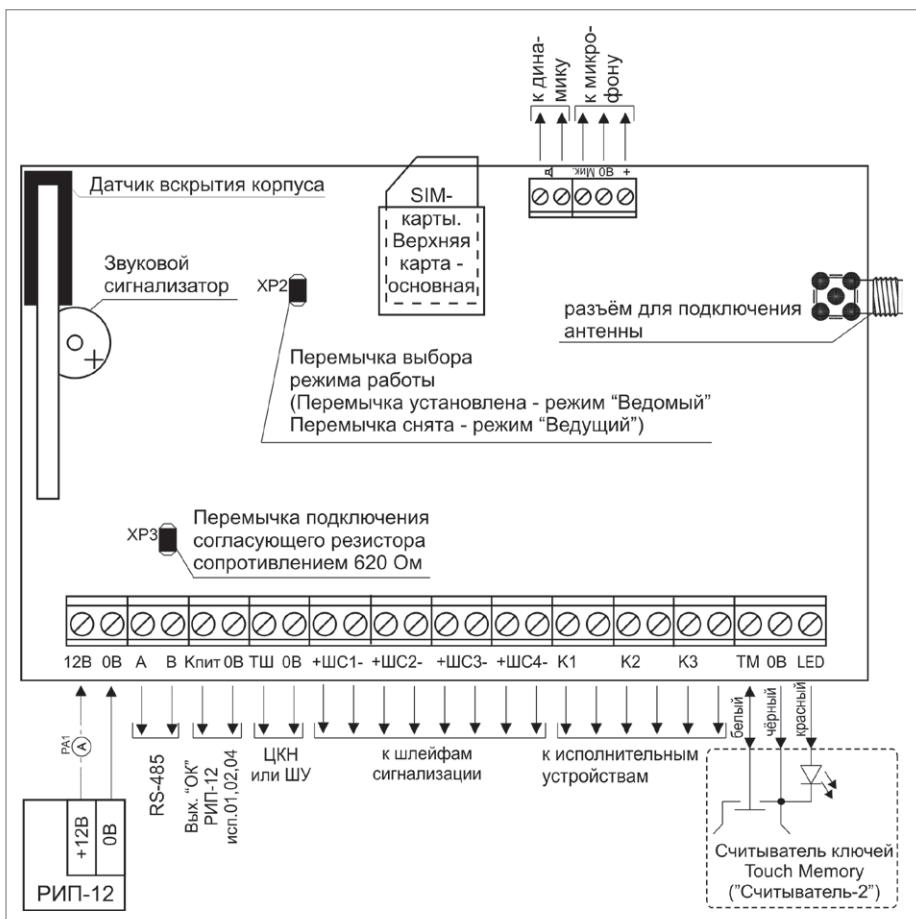

Рисунок 2. Схема внешних соединений «УО-4С исп.02»
2. Схема соединений при проверке приведена на рис. 2.
- 2.5. Подключите считыватель ключей Touch Memory в соответствии со схемой на рис.2.
- 2.12. По окончании проверки отключите от прибора внешние цепи и выполните подключение линий в соответствии с проектной документацией и схемой на рис. 2.